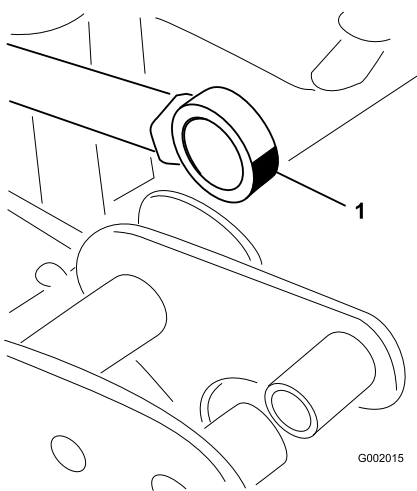

図 46
5. アクチュエータ・ロッドのベアリング端部を動かしながらベアリング内部にグリスを注入する(図 46)。はみ出したグリスはふき取る。